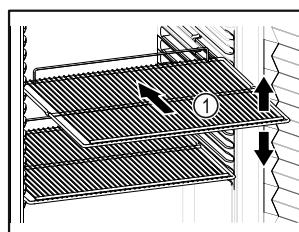

Fig. 30 Shembull ilustrues
- Nëse raftet me rrjetë Fig. 30 (1) mund tē zhvendosen, atëherë përshtatini sipas lartësisë.